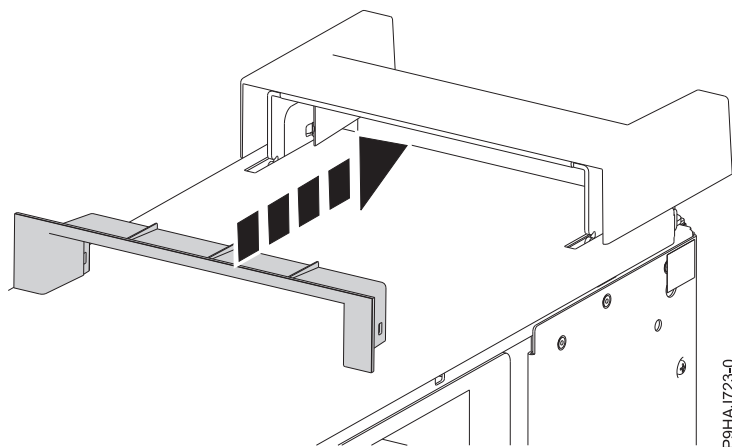

Figura 29. Inserción de la pieza de plástico en la tapa de asa
5. Inserte la pieza de plástico en la tapa de asa presionándola con firmeza, tal como se muestra en la Figura 29.